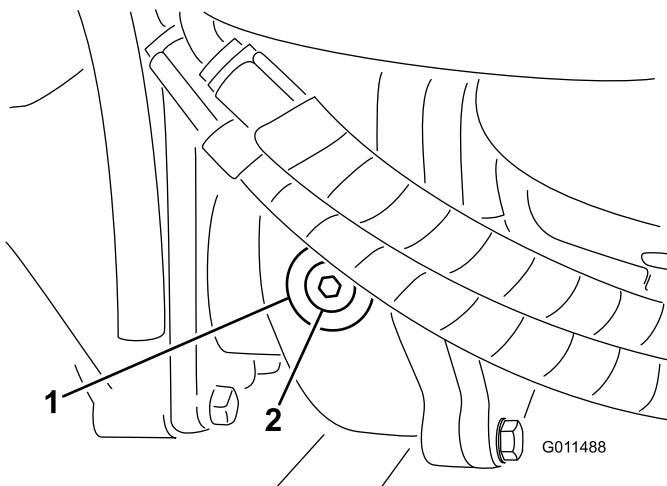

Figura 17
- Togliete il tappo di controllo/riempimento dal lato sinistro del riduttore (Figura 17) e verificate che il lubrificante raggiunga la base del foro. Se il livello è basso, rabboccate con lubrificante fino a portarlo alla base del foro.